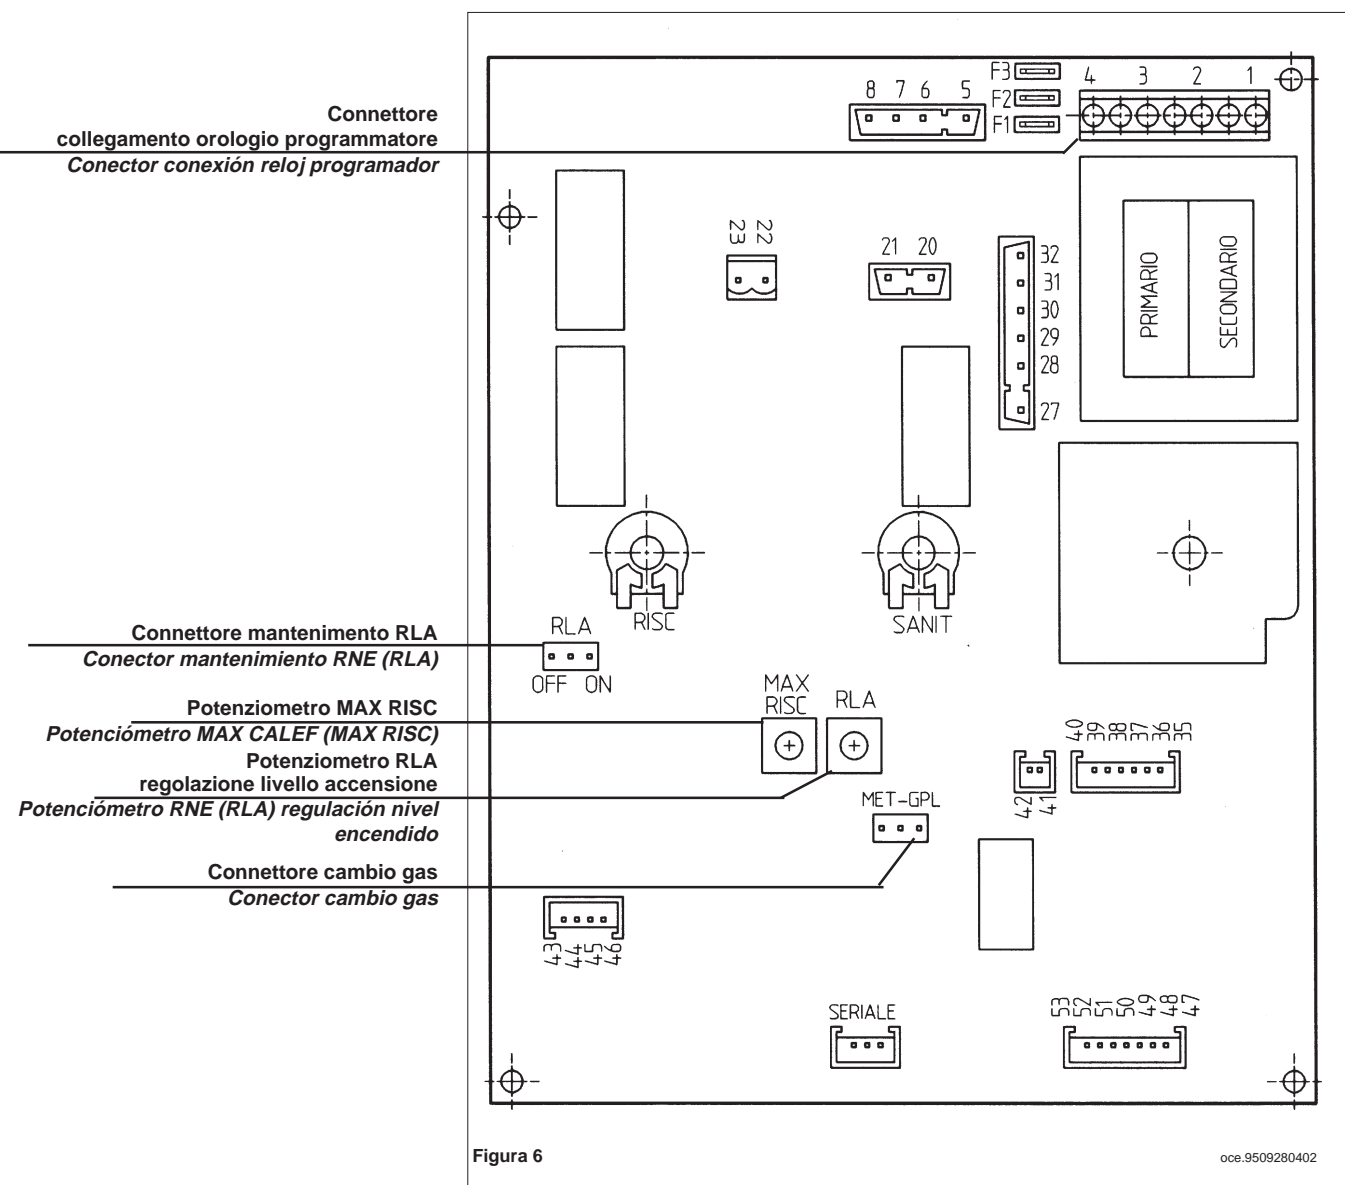

Figura 6
- * collegare il motore del programmatore al connettore della scheda elettronica principale (morsetti 3 e 4 di figura 6 a pagina 12);
- conectar el motor del programador al conector de la tarjeta electrónica principal (bornes 3 y 4 de figura 6 en página 12);